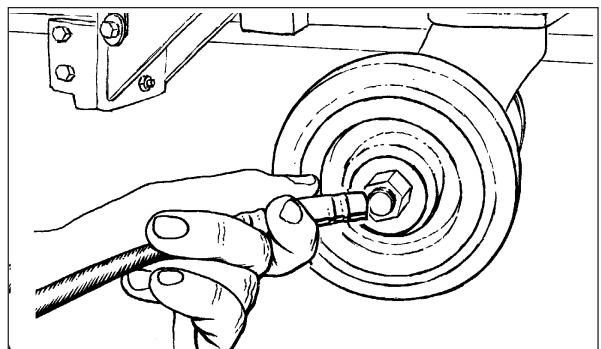

Abb. 30
4. Verwenden Sie eine Fettpresse, um die Doppellenkrollen zu schmieren. Siehe Abb. 30.